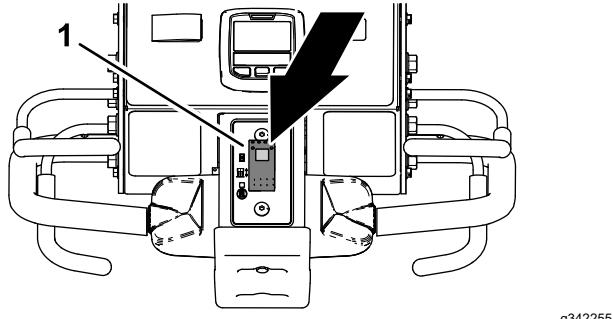

Рисунок 89
- Нажмите верхнюю часть переключателя управления быстрым опусканием (Рисунок 89), чтобы установить его в положение БЫСТРОЕ ОПУСКАНИЕ С ЗАДЕРЖКОЙ.